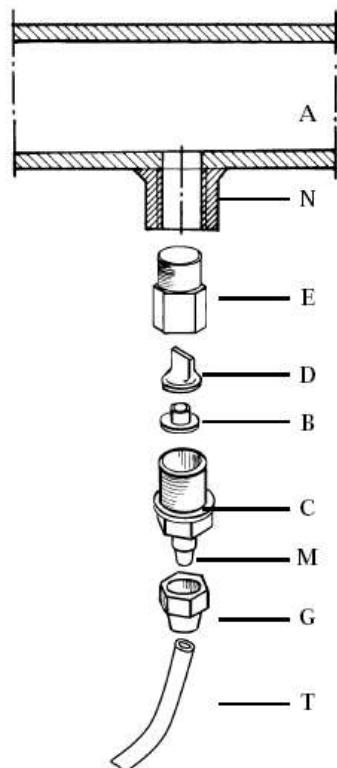

Рис. 6
- g.** – Выберите наиболее подходящее место для врезки в систему и установите в нем стальной коннектор с наружной резьбой 3/8". Данный коннектор не входит в комплект поставки насоса. Вкрутите в этот коннектор клапан впрыска, как показано на рис. 6. Затем подсоедините шланг сброса к клапану впрыску и закрутите гайку **G**. В данной ситуации клапан впрыска также выполняет функцию невозвратного клапана (обычно выполняется из Витона).
3.1. СХЕМА УСТАНОВКИ КЛАПАНА ВПРЫСКА (Рис. 6)